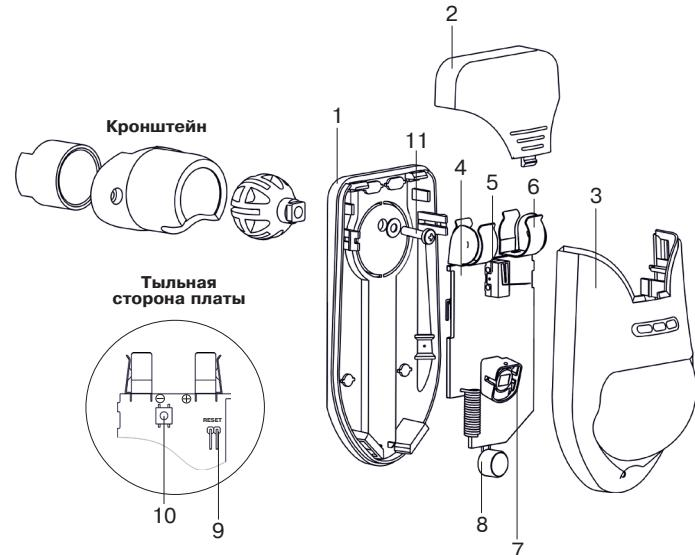

Рисунок 3 – Конструкция извещателя
- Снимите лочок извещателя (поз. 2, рисунок 3);
- Снимите плату с крышкой (4,3) с основания (1), потянув их на себя и вниз;